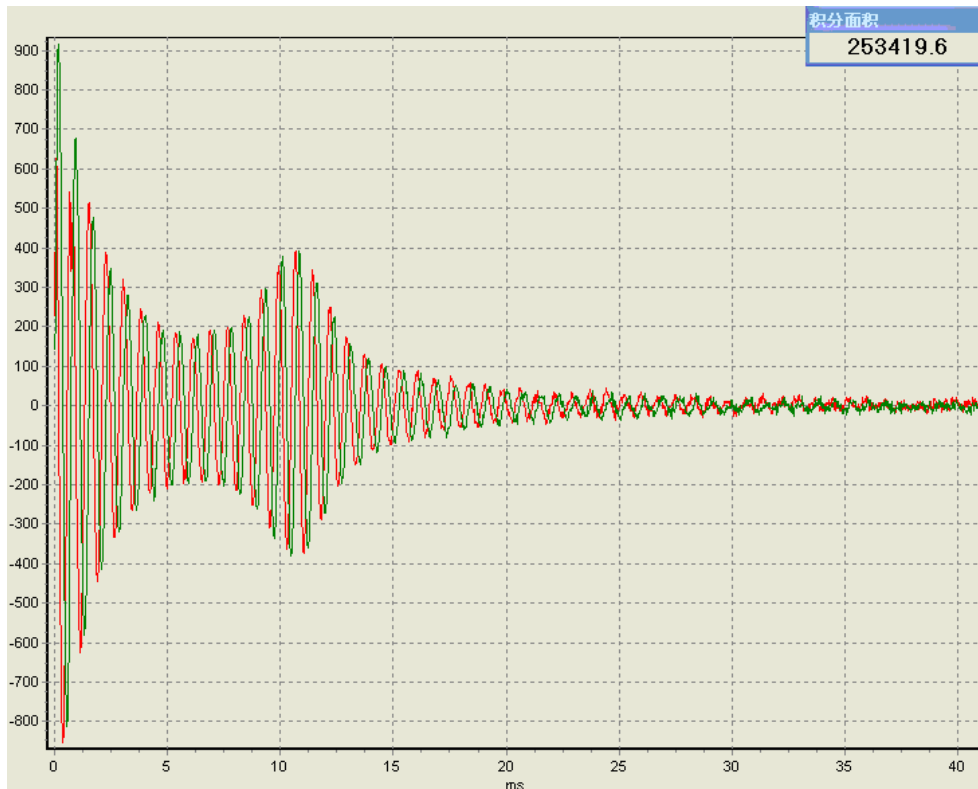

图 10 SW 为 50Hz 时采集的信号
9、将 SW 分别设置为 10、30、50、80、100 (见图 6)，然后使用单次采集  工具，此时出现初步结果，观察此时回波信号在时间和形状上变化情况。图 10 所示为 SW 为 50 时的信号采集情况。